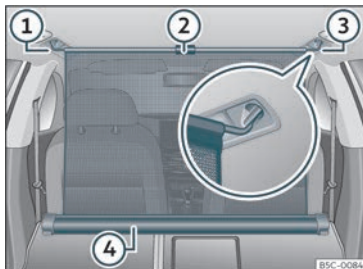

Fig. 134 Al maleter: xarxa de separació enganxada amb els respallers del seient posterior abatuts.
- Estireu la llengüeta cap amunt»» **fig. 134 ②** per treure la xarxa de la carcassa »» **fig. 134 ④**.
- Subjecteu la xarxa de separació al costat dret o esquerre»» **fig. 134 ③** (imatge ampliada).
- Subjecteu la xarxa de separació a l'allotjament de l'altre costat»» **fig. 134 ①** estirant la barra.
La xarxa de separació està correctament muntada quan els extrems en forma de T estan enganxats fermament en els allotjaments corresponents»» **fig. 134 ③ i ①**
- Enrotlleu la xarxa a la carcassa»» **fig. 134 ④** abaixant-la amb la mà.